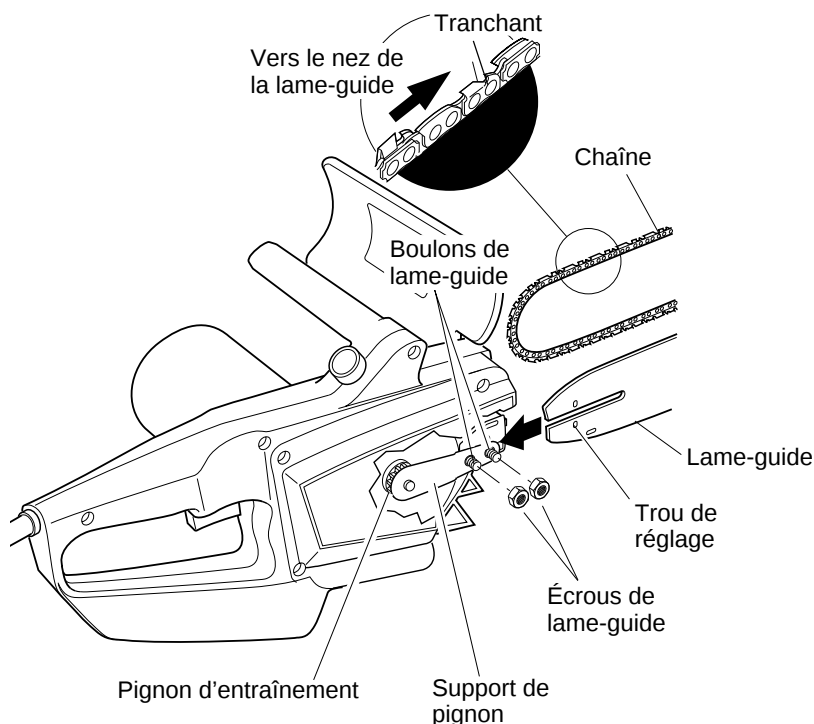

Figure 3 - Assemblage de la lame-guide, de la chaîne et de l'écran de protection de la main
2. Dévisser les écrous des boulons de la lame-guide. (Voir la figure 3.)
6. Placer la chaîne autour du pignon d'entraînement puis le long de la rainure supérieure de la lame-guide et autour du nez de la lame-guide. **Note :** S'assurer que les tranchants de la chaîne sont tournés dans le bon sens. Positionner la chaîne de manière que les tranchants se trouvant sur le haut de la lame-guide soient tournés vers le nez de la lame-guide. (Voir la figure 3.)
1. Avant de régler la chaîne, s'assurer que les écrous de la lame-guide sont serrés seulement à la force des doigts. (Voir la figure 3, page 6.) Veiller aussi à ce que le bloc de réglage soit dans le trou de réglage ovale, sur la lame-guide. (Voir les figures 3 et 4, page 6.)